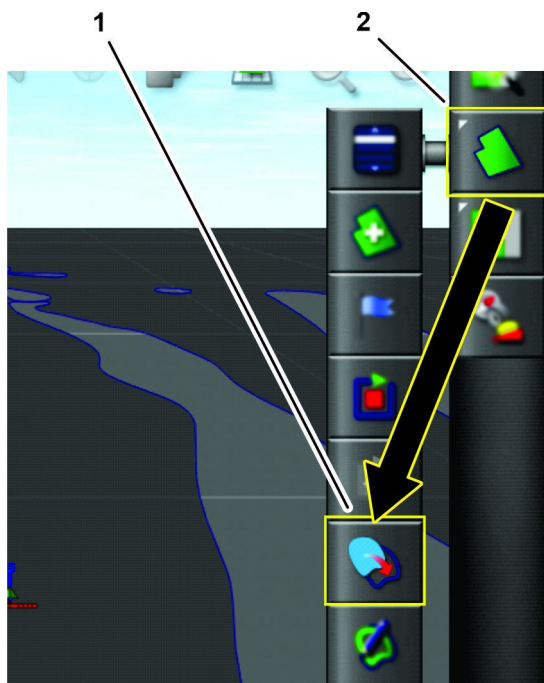

Figura 73
4. Pressione o ícone MENU DE CAMPOS e, em seguida, o ícone CRIAR LIMITE A PARTIR DE ARQUIVO SHAPEFILE (Figura 73).